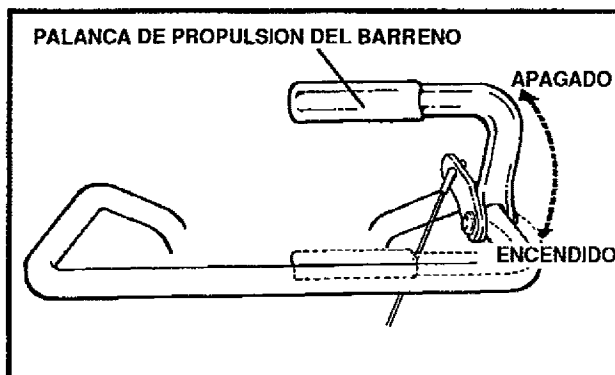

FIG. 4
- Empuje hacia abajo la palanca impulsora del barreno. (Vea la FIG. 4) El barreno ayuda a autoimpulsar la unidad.
- Empuje la palanca de propulsión del barreno hacia abajo (Vea la FIG. 4).